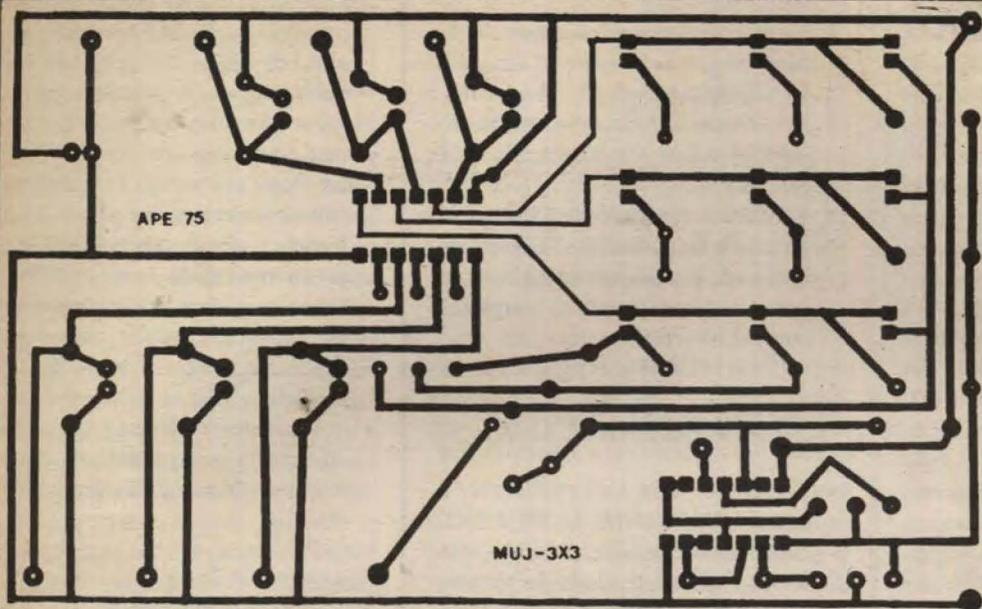

Fig. 2
- FIG. 2 - LAY OUT DO CIRCUITO IMPRESSO ESPECÍFICO - Não se assustem com o tamanho aparente da placa... Na verdade, se o *display* de LEDs